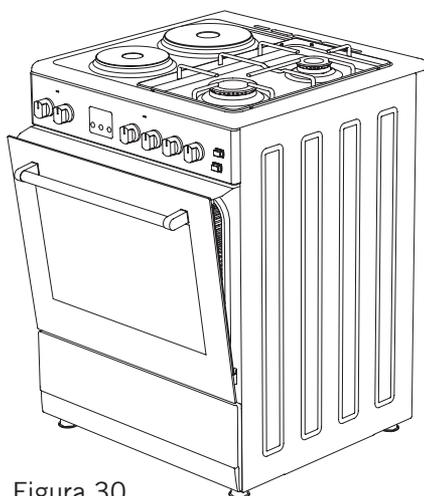

Figura 30
3. E poi assicurare il pannello di sicurezza tra il forno e la copertura anteriore, chiudendo delicatamente la copertura. (Figura 30)